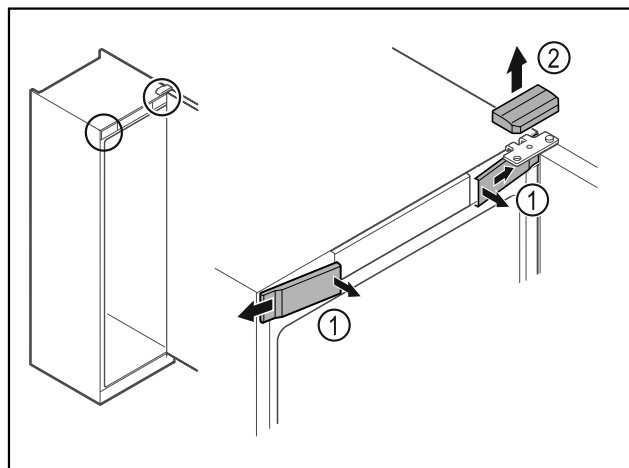

Fig. 8*
► Wyczepić przednie osłonki Fig. 8 (1) i odchylić w bok.*
► Górną osłonkę Fig. 8 (2) zdjąć w górę.*